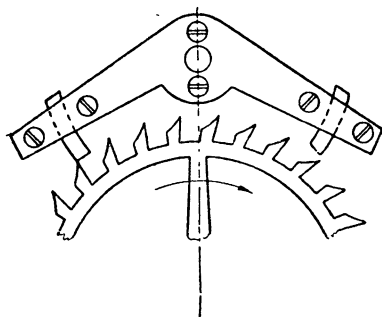

Рис. 58. Спускное колесо со скобкой Грахама в часах улучшенной конструкции
7. Усовершенствованная конструкция спуска со скобкой Грахама¹ и спусковым колесом с особой улучшенной формой зубьев (рис. 58).